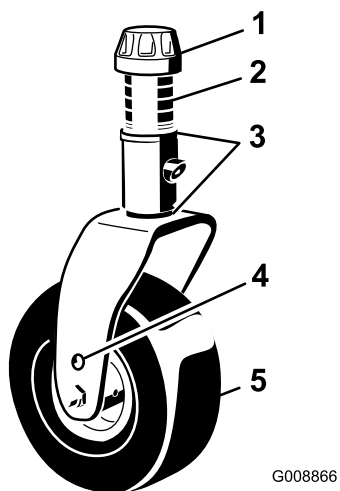

Figura 7
2. Coloque los ejes de las ruedas giratorias en el mismo taladro en ambas horquillas. Consulte en Figura 7 y Figura 8 los taladros correctos para cada altura.
3. Retire el casquillo tensor del eje (Figura 7) y deslice el eje fuera del brazo de la rueda giratoria. Coloque los 2 suplementos (1/8 pulgada) en el eje de la misma forma que en la instalación original. Estos suplementos son necesarios para obtener el mismo nivel en toda la anchura de las unidades de corte. Coloque el número adecuado de espaciadores de 13 mm (consulte la tabla siguiente) en el eje para conseguir la altura de corte deseada, luego coloque la arandela en el eje.
Consulte en Figura 7 y Figura 8 las combinaciones de espaciadores para cada ajuste.